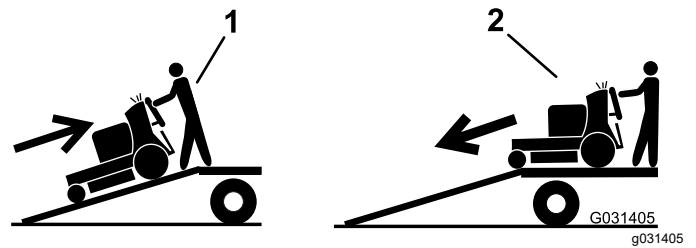

Figure 26
5. Montez la rampe en marche arrière (Figure 26).